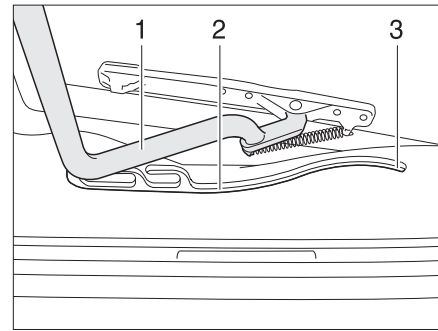

Fig. 70 Claraboya Heki, guía
- Tirar la horquilla (Fig. 70,1) en las guías (Fig. 70,2) hasta la posición trasera final (Fig. 70,3).
- Empujar el estribo (Fig. 70,1) ligeramente hacia arriba con ambas manos.
- Tirar el estribo en las guías (Fig. 70,2) hasta la posición deseada.